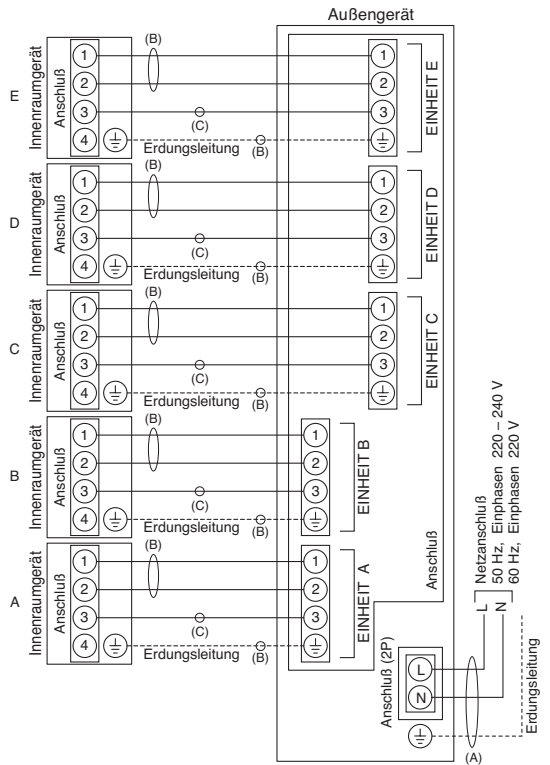

Abb. 25
Sehen Sie das Verkabelungs-Diagramm (Abb. 25) für die Bedeutung von (A), (B) und (C) in Tabelle 6. Typenbezeichnung 245 IEC 57 (H05RN-F, GP85PCP usw.) oder stärkere Leitung.
### 5-3. Stromlaufplan (Abb. 25)